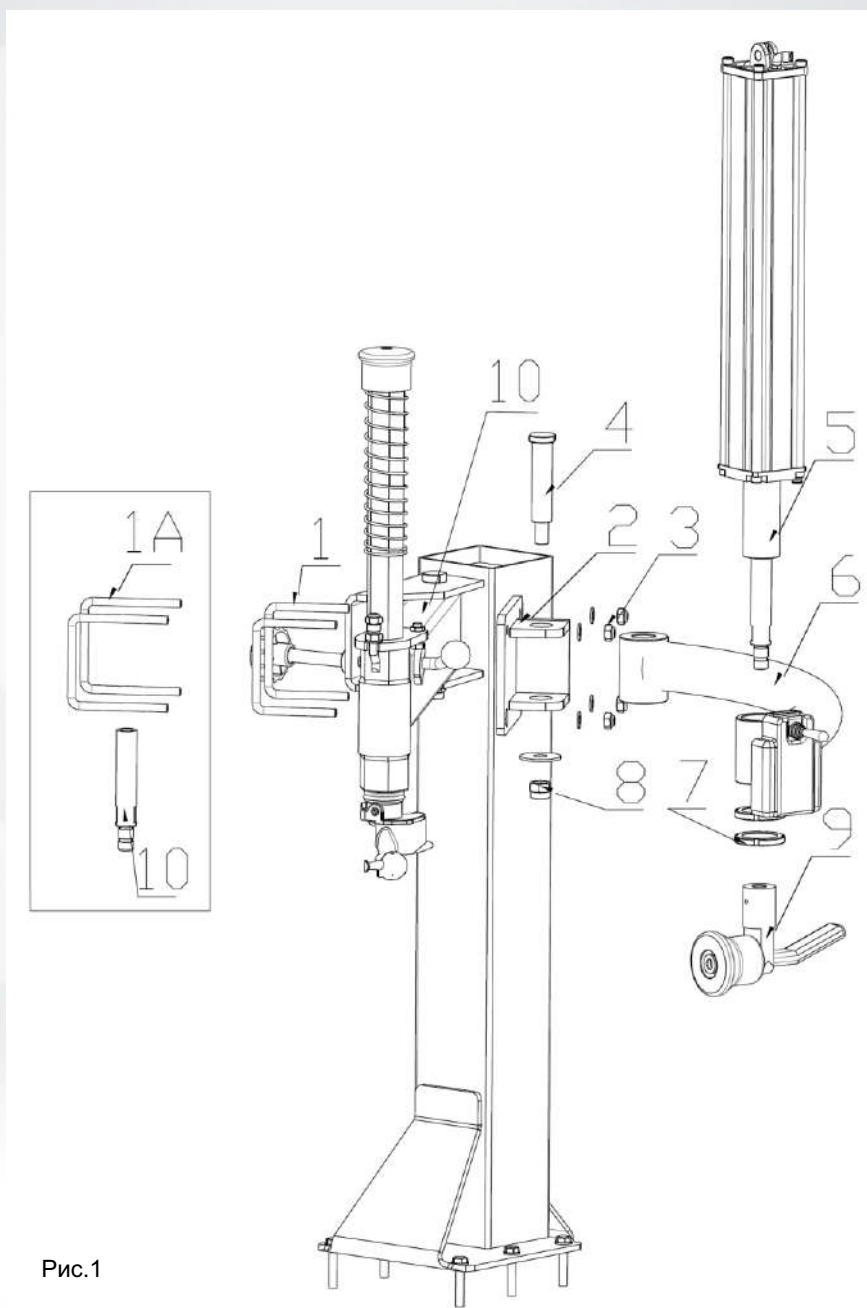

Рис.1
1.1.1 СБОРКА ПРАВОЙ РУКИ (Рис.1)